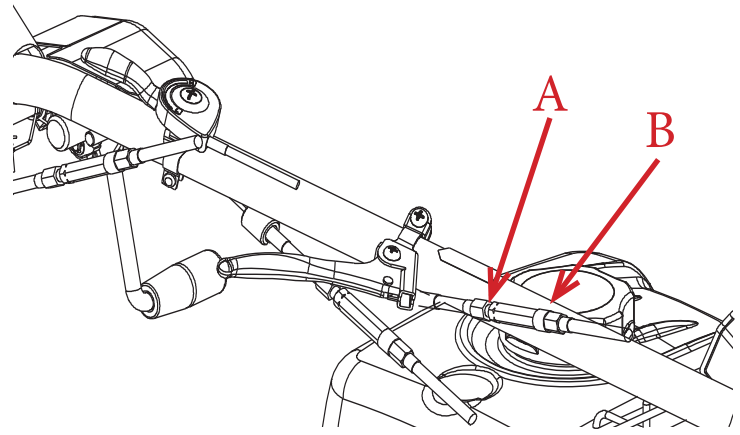

Bild 18
- Lösen Sie die Sicherungsmutter (Abb. A Bild 18) und ändern Sie die Einstellung mit der Stellmutter (Abb. B, Bild 18). Überprüfen Sie Ihre Einstellung.